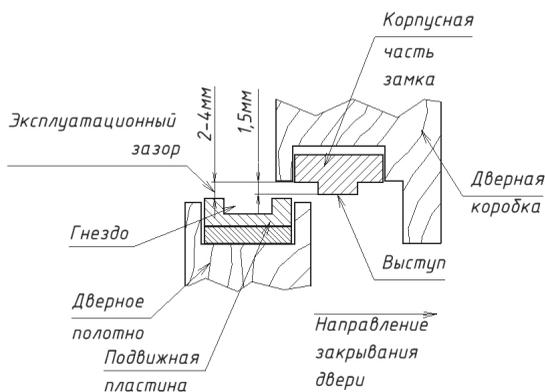

Рисунок 10
2.7 Эксплуатационный зазор между рабочими поверхностями корпусной и якорной частей от 2 до 4 мм (рисунок 10).
**6.8 Допустимый эксплуатационный ЗАЗОР между рабочими поверхностями якорной и корпусной частей после окончательного монтажа замка должен быть в пределах от 2 до 4 мм (рисунок 10).**